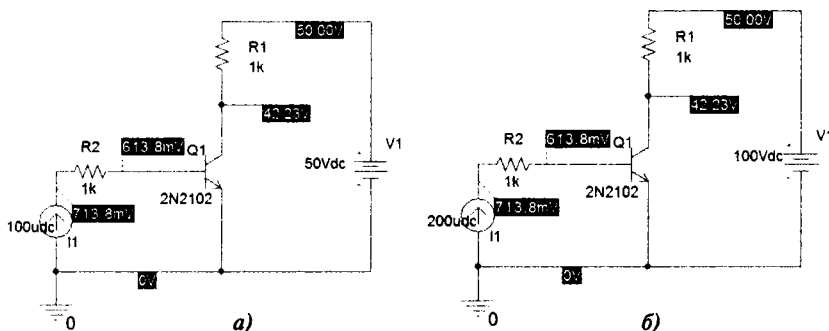

Рис. 2.44. Проверка загрузки точки смещения
1. Измените схемы, как показано на рис. 2.44,а. Запустите симуляцию с помощью параметра Save Bias Point в диалоговом окне «Параметры моделирования». Результаты моделирования соответствуют новым значениям параметров.
Вернитесь к исходной схеме с током базы 200 мкА и напряжением питания 100 В (рис. 2.44,б).
После этого, выполнив моделирование, вы получите результаты, соответствующие схеме (см. рис. 2.44,а).